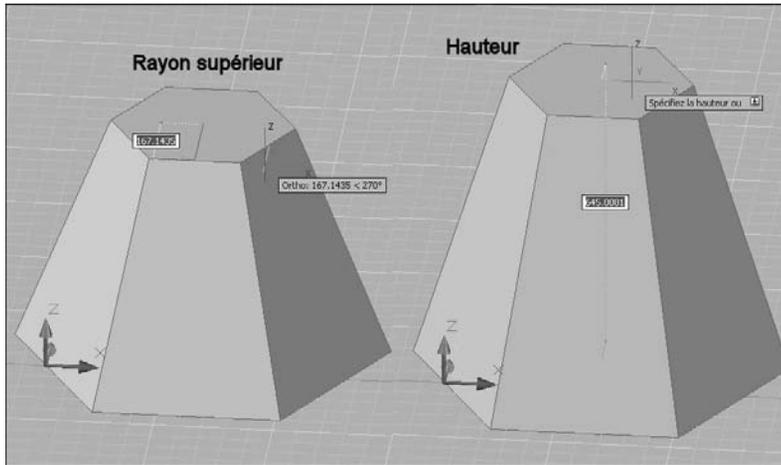

Fig.17.23
- 7 Spécifiez la hauteur de la pyramide (fig.17.23).